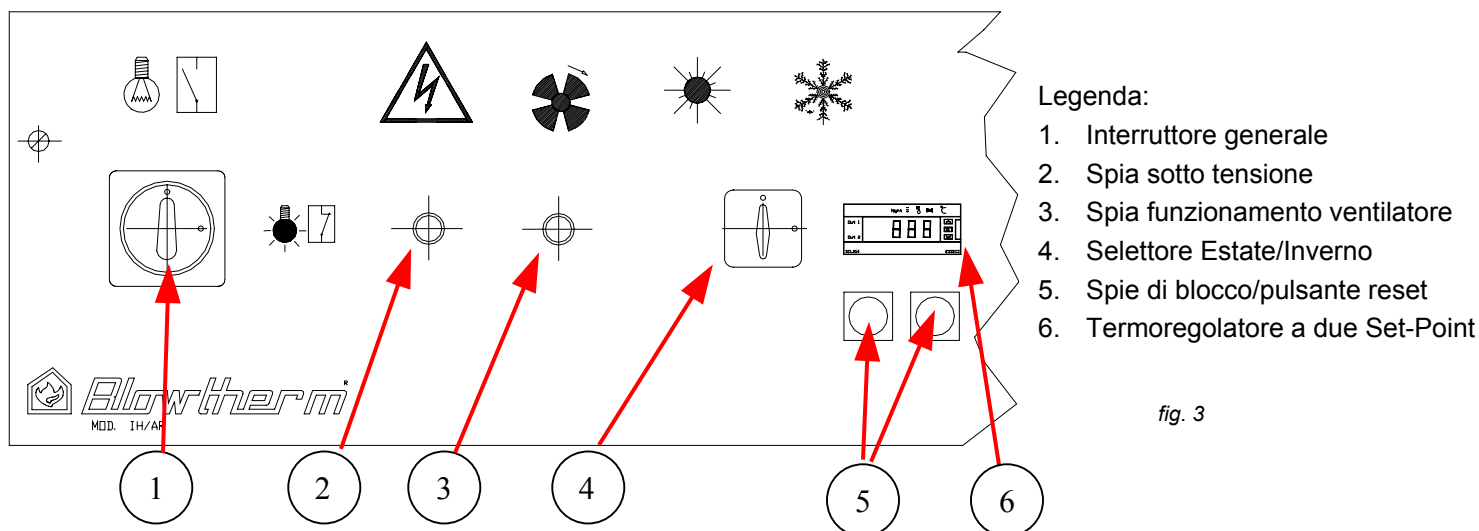

fig. 3
Il generatore d'aria calda serie IH / EST prevede di serie il quadro elettrico di comando rappresentato in fig. 3
Sono presenti 4 spie sul pannello strumenti del generatore così come evidenziato in fig. 3:
- Due spie di colore rosso (vedi (5) in fig.3) per segnalazione di blocco per intervento del termostato di sicurezza. Le spie, ognuna delle quali relativa alla rampa gas di una batteria di tubi del generatore, sono inserite all'interno del pulsante di reset da premersi in caso di blocco del generatore
- Spia di colore rosso (vedi (2) in fig. 3) per segnalazione di presenza tensione al generatore
Sono inoltre presenti le indicazioni del funzionamento estivo e invernale (commutazione tramite interruttore visibile in (4) fig.3 ) e l'interruttore generale.